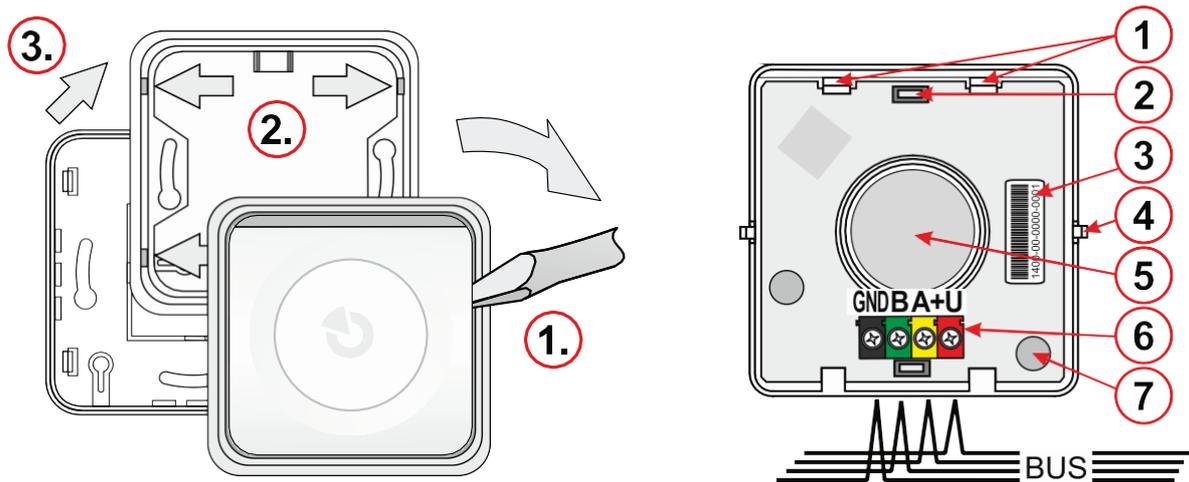

Fig. 1 : Retrait de la sirène avant l'installation, Fig. 2 : Description de la partie interne de la sirène
1. Retirez le corps (boutons) de la sirène du cadre en plastique en appuyant sur un côté du corps (1.) à l'aide d'un tournevis comme indiqué sur la Fig. 1.